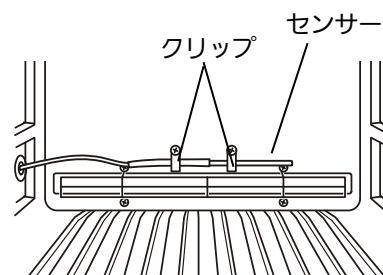

図 7
6. 記録計取付金具（MPR-S7）に同梱されているクリップを用いて、保冷库用の自記温度記録計のセンサーを保冷库奥側の取付孔に固定してください〔図 7〕。